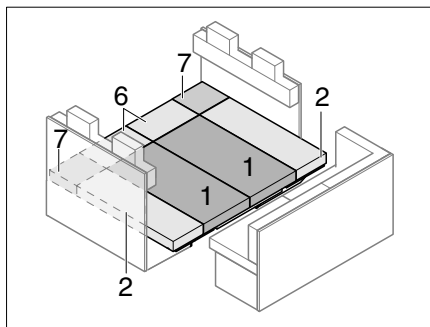
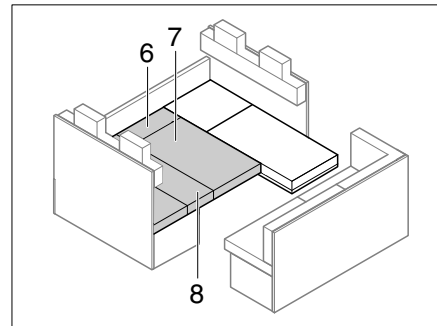

Fig. 201 Dopo la trasformazione
Fig. 205 Dopo la trasformazione
- Applicare i cuscini del divano, dello schienale e aggiuntivi come illustrato in Fig. 201.
- Applicare i cuscini del divano, dello schienale e aggiuntivi come illustrato da Fig. 201 a Fig. 205.